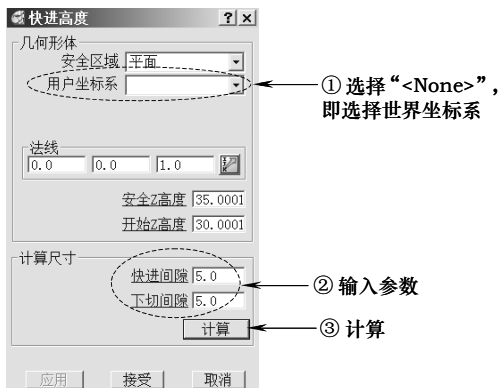

图 3-26 设置快进高度
2) 计算安全高度：在 PowerMILL “综合”工具栏中，单击“快进高度”按钮, 打开“快进高度”表格，按图 3-26 所示设置参数，单击“接受”按钮关闭表格。